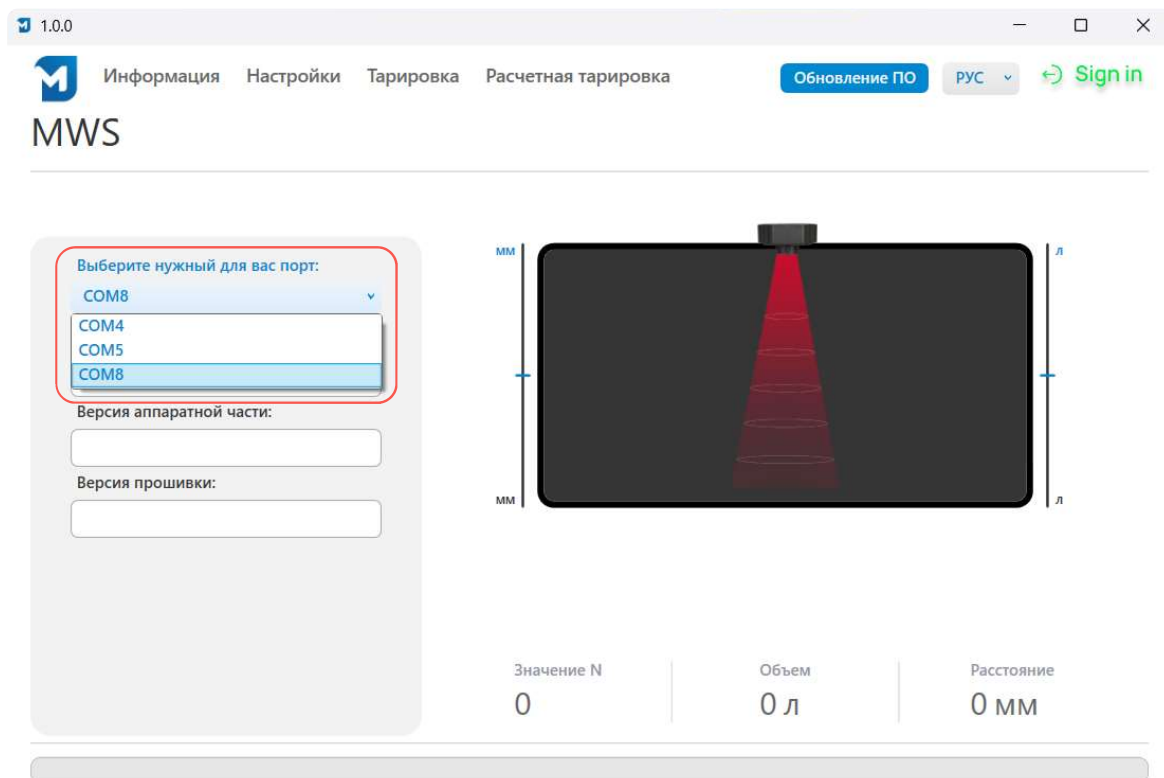

Рис. 11. Выбор COM порта
4. Выберите нужный COM порт (Рис.11).